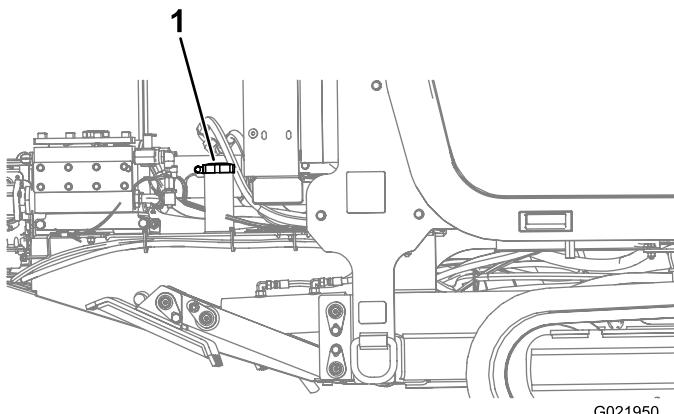

Рисунок 69
4. Снимите крышку топливного бака (Рисунок 69).